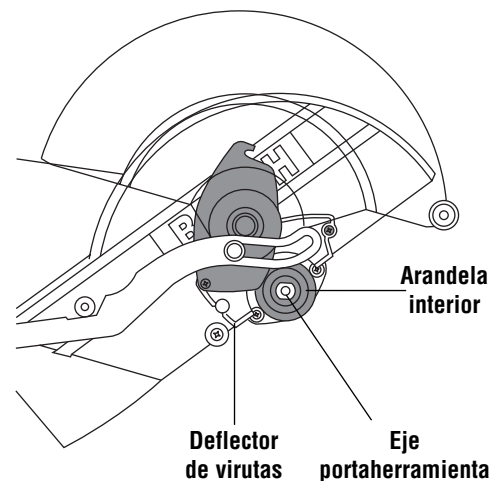

Figura 3. Instalación de la hoja
6. Para instalar la hoja de 12 pulgadas, póngala entre los deflectores de viruta y en el eje, así como sobre el anillo de soporte de 1 pulgada de la arandela interior (Figura 3). NOTA: Asegúrese de que la flecha de rotación que está en la hoja coincida con la flecha de rotación en el sentido de las agujas del reloj que está en el protector inferior.